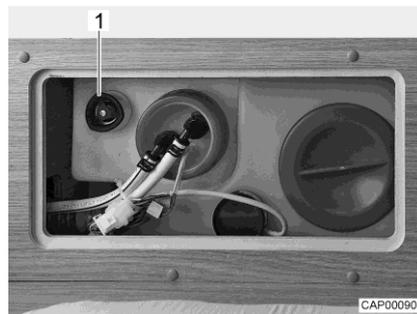

Bild 96 Wassertank mit Drehgriff
- Auf dem Wassertank den Drehgriff (Bild 96,1) im Uhrzeigersinn bis zum Anschlag drehen.
- Öffnen: ■ Auf dem Wassertank den Drehgriff (Bild 96,1) entgegen dem Uhrzeigersinn bis zum Widerstand drehen. Das Wasser läuft bis auf ca. 20 Liter aus.